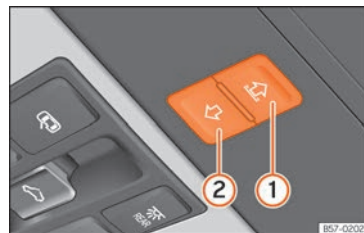

Abb. 83 Im Dachhimmel: Funktionsfläche zur Bedienung des Sonnenschutzrollos.
- Wenn sich das Sonnenschutzrollo innerhalb von 5 Sekunden immer noch nicht schließen lässt, drücken Sie den Taster »» (Abb. 83)
②, bis das Sonnenschutzrollo vollständig geschlossen ist. **Das Sonnenschutzrollo schließt ohne Einklemmschutz!**